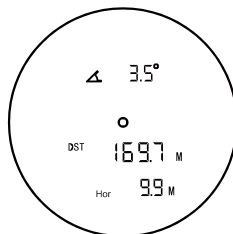

Abbildung 5
In diesem Modus können Sie die horizontale Entfernung zum Ziel messen. Es werden der Winkel, die geradlinige Entfernung zum Ziel und die horizontale Entfernung zum Ziel angezeigt (Abb. 5). Drücken Sie die Ein/Aus/Messen-Taste (1), um eine einzelne Messung durchzuführen. Halten Sie die Ein/Aus/Messen-Taste (1) für eine kontinuierliche Messung gedrückt.
En este modo de funcionamiento, puede medir la distancia horizontal al objeto de medición. Se mostrarán el ángulo, la distancia en línea recta y la distancia horizontal al objeto de medición (Fig. 5). Presione el botón encender/apagar/medir (1) para realizar una medición única. Presione y mantenga presionado el botón encender/apagar/medir (1) para tomar mediciones de forma continua.